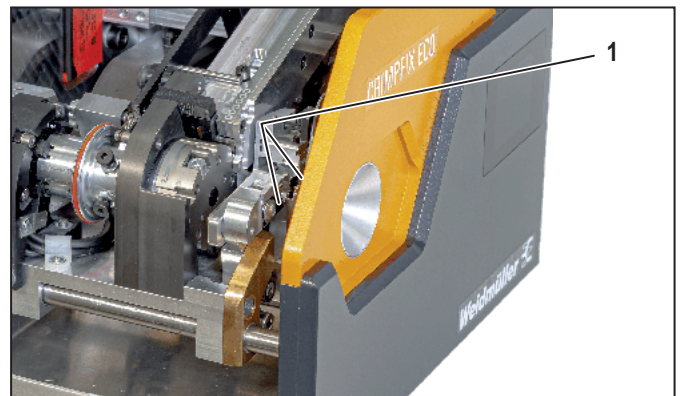

Imagen 7.3 Unidad de desaislado
- Limpie las cuchillas pelacables con un pincel y un paño suave, véase Imagen 7.3, 1.